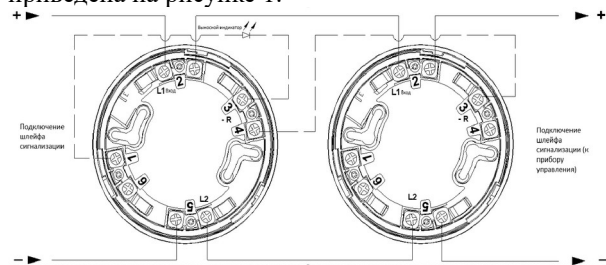

Рисунок 1 – Схема подключения извещателя адресно аналоговый тепловой ИП-101-1-А3 (HNA-360).
6.8 Для подключения Извещателя к прибору с использованием добавочного резистора в базовом основании имеется место под пятый контакт, обозначенный Rок (рисунок 1), а в комплектность извещателей с базовыми основаниями V1.05 и V3.05 входят шуруп и шайбы. Схема подключения приведена на рисунке 1.